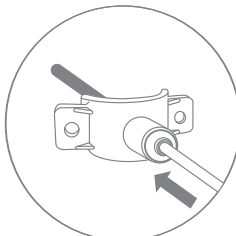

Рис. 11
3. Проденьте пластиковую трубку через штуцер хомута, чтобы она вышла с внутренней стороны хомута на 7-10 мм (рис. 11).